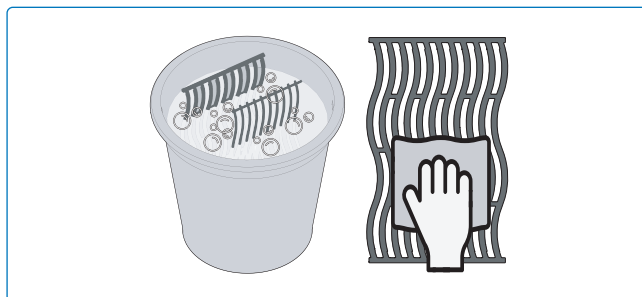

Fig. 19
2. Enjuague con agua caliente y seque bien con un paño suave para evitar que se oxide (**Fig. 19**).